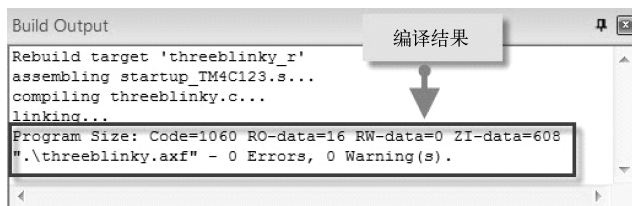

图 5-12 编译结果
4) 编译 threeblink_r 工程生成可执行的 .axf 格式文件，如图 5-12 所示。